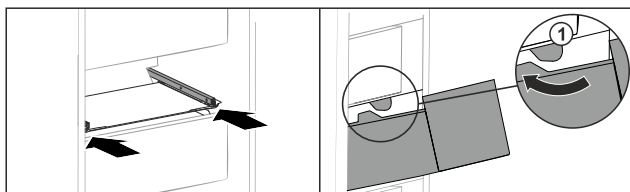

Fig. 146
- ▶ Predal speljite okrog zaustavljalnikov Fig. 146 (1).